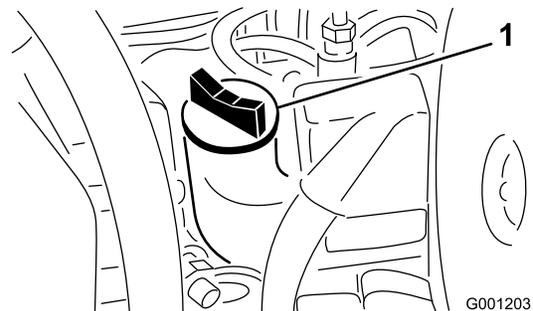

図 51
4. 不足している場合は、キャップ 図 51 を取り、Full 位置までオイルを補給する。入れすぎないこと。